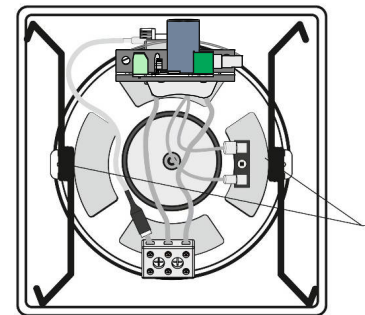

Рисунок 1
7.3 Відсунути кришку гучномовця типу **F-6-12A** від основи, звільнити з пазів та від'єднати кінці пружини поз.1 (рисунок 1) з обох боків від основи, зняти кришку гучномовця.